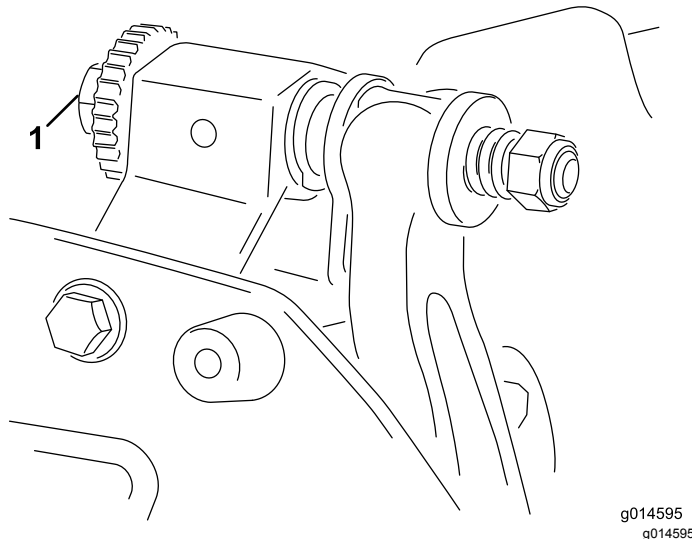

Figure 9
- A. Tournez les vis de réglage de la barre d'appui dans le sens horaire (Figure 9), un cran à la fois, jusqu'à ce que vous sentiez et entendiez un léger contact.
6. Tournez la vis de réglage droite de la barre d'appui (**Figure 9**) jusqu'à ce que vous sentiez une légère pression sur la cale lorsque vous la faites glisser d'un côté à l'autre. Enlevez la cale.